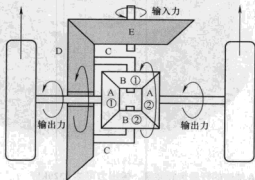

图 1 汽车的差动齿轮（直行）
照片①是汽车的差动齿轮装置。如图 1 所示，太阳轮 A 是①和②。行星齿轮是 B。行星架 C 和锥齿轮 D 是一体的。因此，从主动轴传出的驱动力，通过锥齿轮 E，向 D 传递。